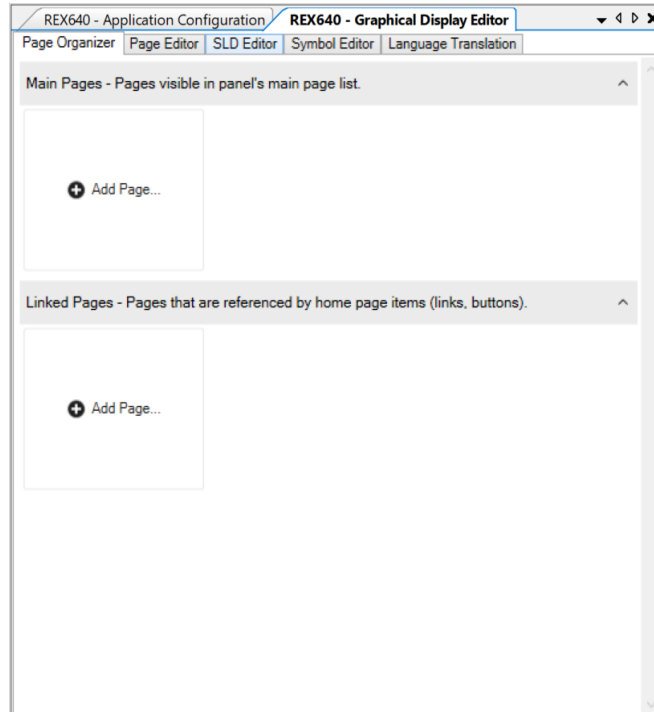

Imagen 136_Selección SLD Editor.
3.2 Nos arrojará la siguiente ventana que observamos en la **Imagen 136**, donde seleccionaremos la opción de “*SLD Editor*” que está en la parte superior de la ventana.